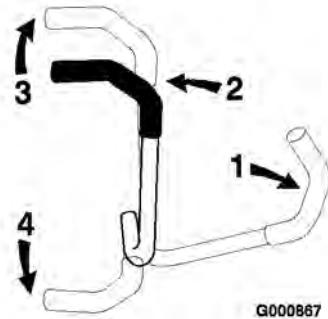

Bild 12
3. Schieben Sie für das Vorwärtstreiben die Fahrantreibshebel langsam vorwärts (Bild 12).
Wenden Sie zum Geradeausfahren auf beide Fahrantreibshebel denselben Druck an (Bild 12).
Verringern Sie zum Wenden den Druck auf den Fahrantreibshebel an der Seite, in deren Richtung Sie wenden möchten (Bild 12).
2. Ziehen Sie zum Rückwärtstreiben die Fahrantreibshebel langsam nach hinten (Bild 12).